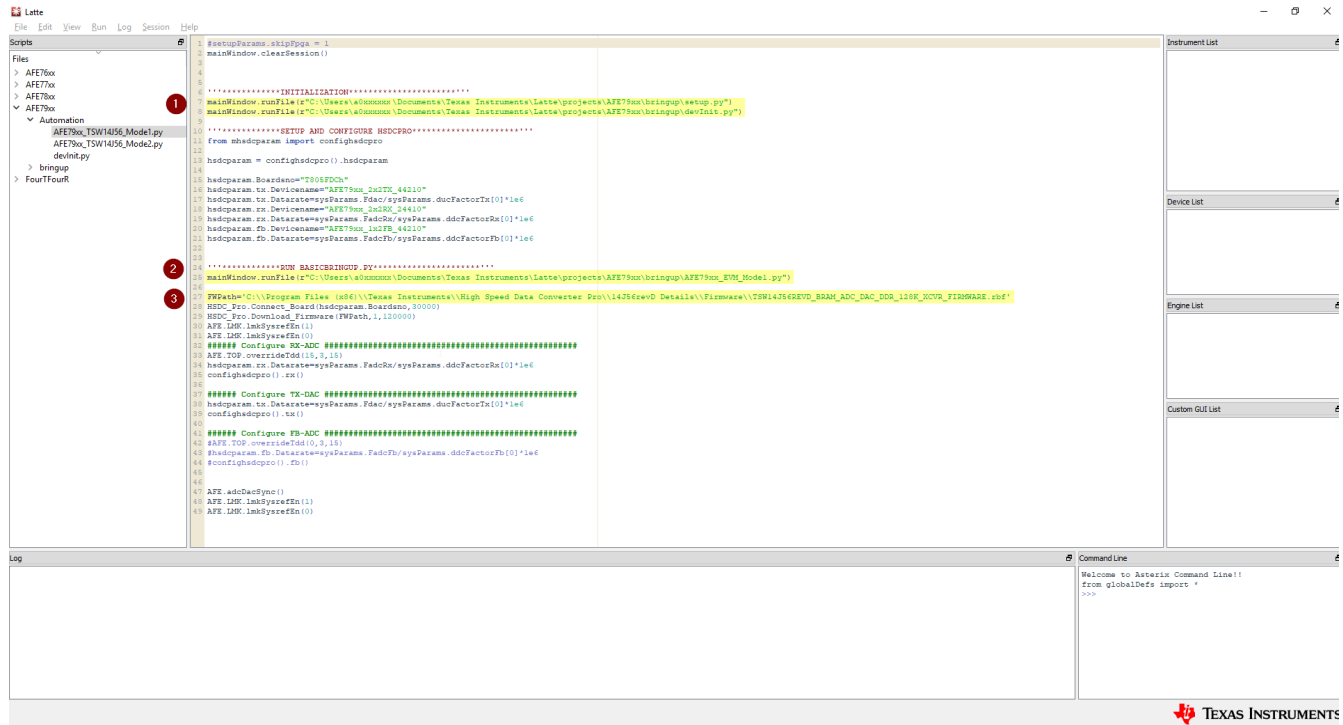

图 4-4. 要在自动化脚本中更改的目录参数
- 图 4-4 显示了在何处更改项目 1 和 2，以反映 setup.py 和 devInit.py 的 Latte 安装目录位置。通常将 a0xxxxxx 替换为 Windows 用户登录 ID。
- 图 4-4 显示了在何处更改项目 3，以反映 TSW14J56 固件的 *High-Speed Data Converter Pro* 目录位置。